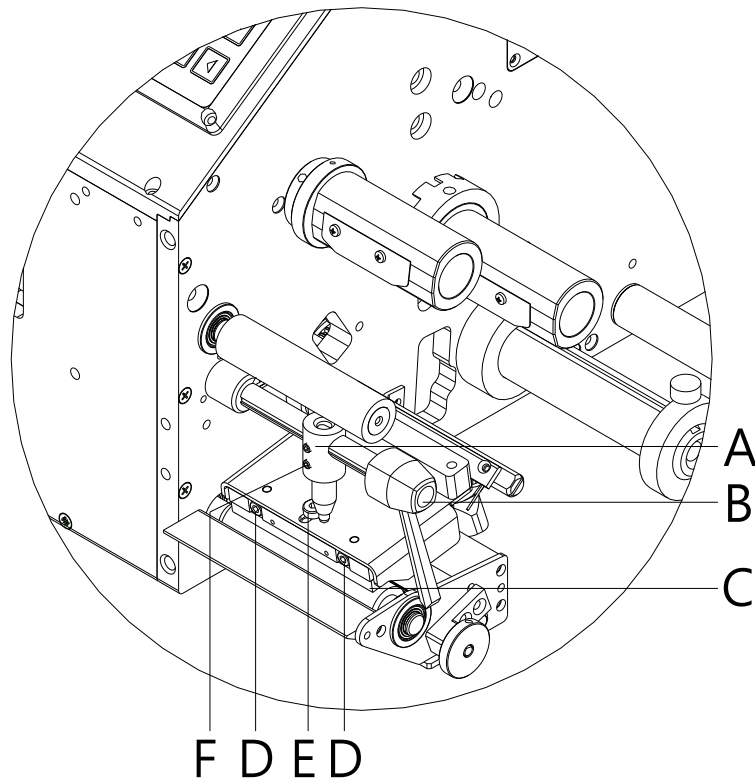

Abbildung 22
1. Andruckschraube (F, Abbildung 22) drehen, um den Druckkopfdruck zu verändern.
3. Der Druckkopf wird mit einem Andruckfinger (A, Abbildung 22) angedrückt. Die Position des Andruckfingers muss auf die Breite des verwendeten Etikettenmaterials eingestellt werden, um: